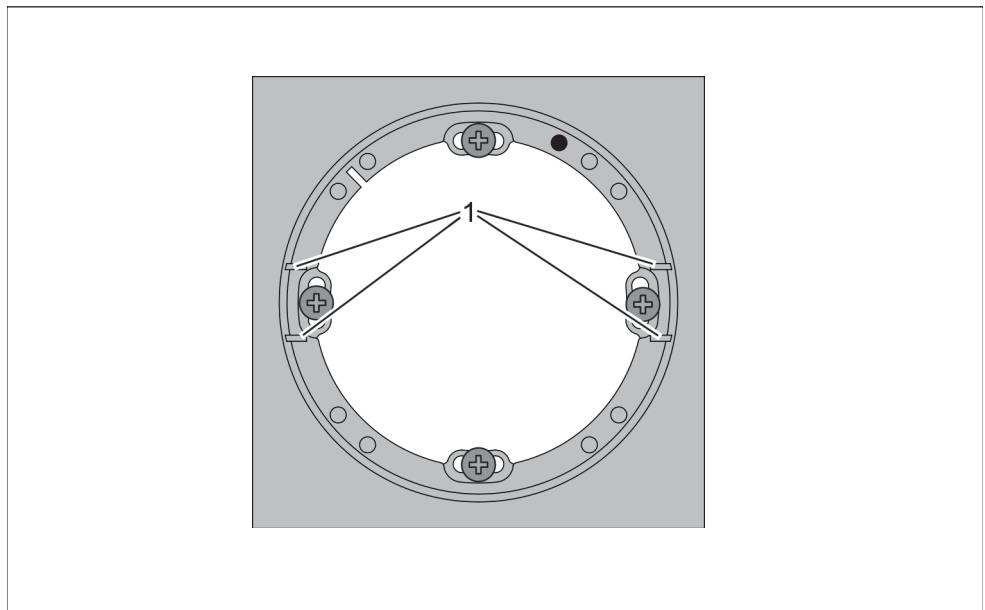

Fig. 9: telaio
2. Avvitare il telaio del WT 210 alla scatola di commutazione preinstallata. Assicurarsi che la marcatura nera in alto a destra e i listelli di supporto (Fig. 9/1) per il lettore si trovino a destra e a sinistra.